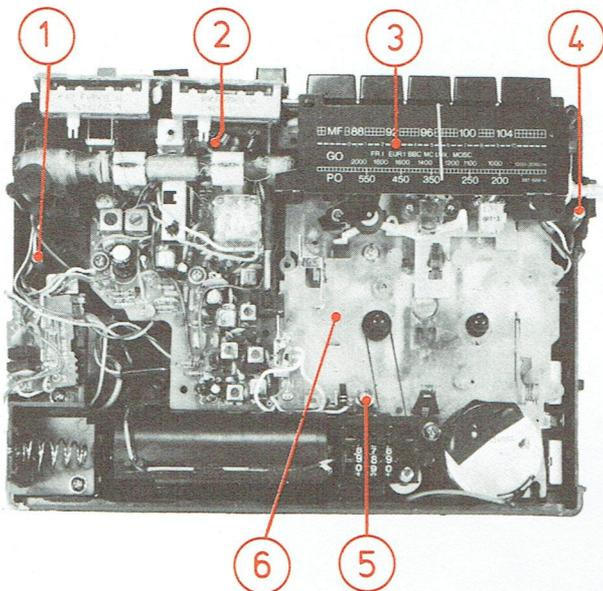

Fig. 2
#### B – DEPOSE DE L'ENSEMBLE CHASSIS PLASTIQUE (Fig. 2)
- 2° - Déposer le cadran (3) figure 2.
- 4° - Dévisser et enlever les vis et rondelles (4), déposer la tête d'enregistrement/lecture (9) puis le ressort (10).
- 5° - Dévisser et enlever les vis et rondelles (1) et (3), enlever les pattes (11), puis déposer la tête d'effacement (2).
- 3° - Enlever l'anneau d'arrêt (6).
- 4° - Maintenir le ressort (8) hors de son logement (7).
- 5° - Déposer l'ensemble galet presseur (5).